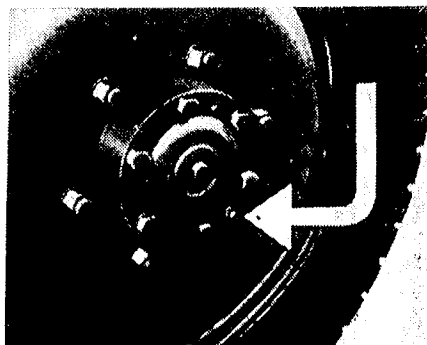

Abb. 55
31. Die Vorderradlager nach jeweils 8000 km mit Wälzlagerfett abschmieren! (Abb. 55) Nach 48 000 km empfehlen wir, die Vorderradnaben abzubauen, das alte Fett zu entfernen und in Benzin zu reinigen. Die Naben dann gut mit neuem Wälzlagerfett befüllt wieder montieren.